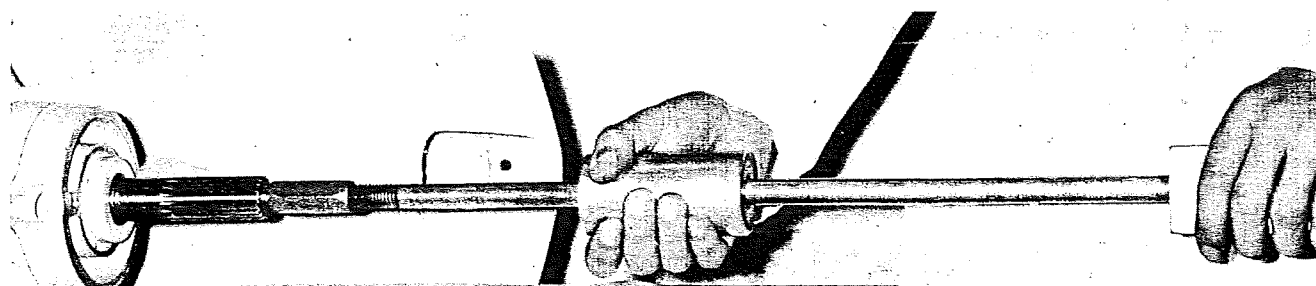
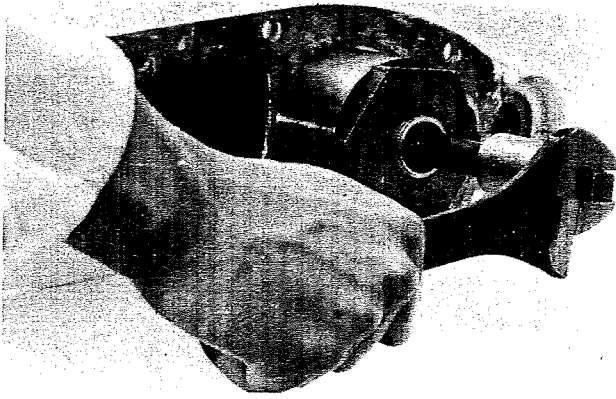

Fig. 18
Fig. 19
2. Skruva ur de två skruvarna (8) som håller propellerlagerhuset (3). Demontera propelleraxeln (14) och propellerlagerhuset med hjälp av verktyget 884161. Se fig. 18. Finns ej ovannämnda verktyg sker demonteringen genom att man håller i propelleraxeln och slår med en gummiklubba på växelhuset tills propelleraxeln tillsammans med propellerlagerhuset lossnat från växelhuset.
3. Sätt upp undre växelhuset upp- och nedvänt i verktyget 884264. Slå därefter upp låsbrickan (23) för muttern (22), som håller drevet på vertikala drivaxeln och skruva loss muttern.
4. Slå upp låsbrickan (20) och skruva loss rundmuttern (21). Tag bort låsbrickan och distansringen (19).
5. Lossa drevet med hjälp av verktygen 884267 och 884264, se fig. 19.